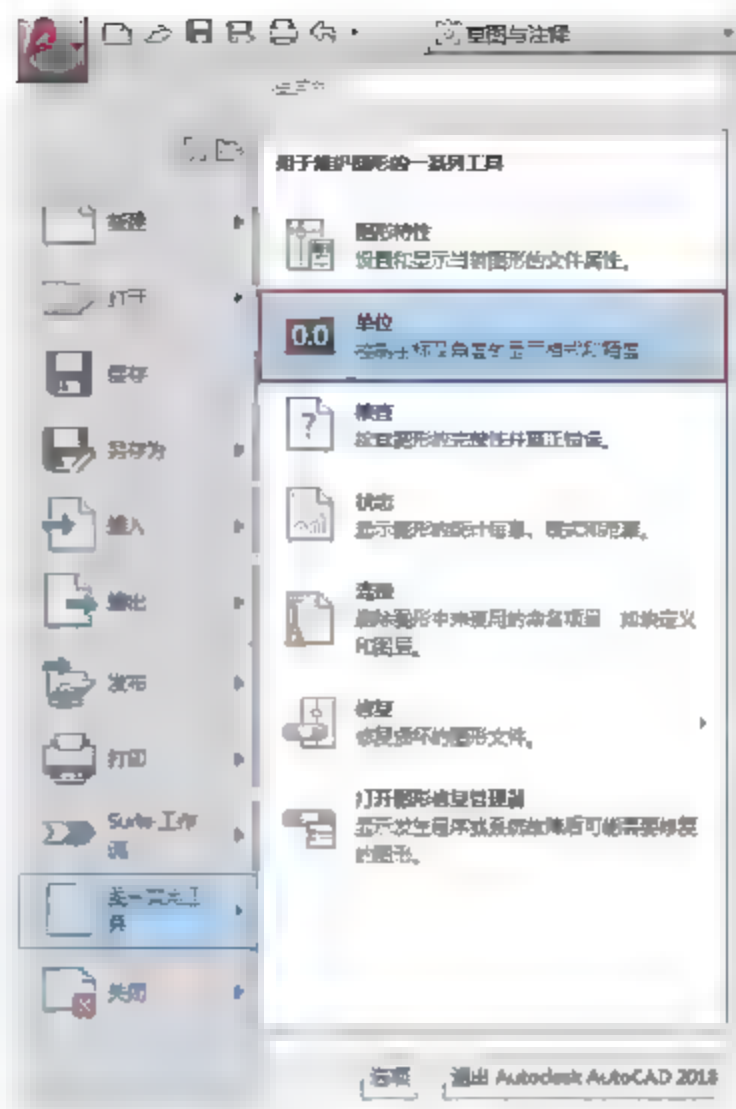

图2-48 选择选项
- 应用程序：单击应用程序按钮，在弹出的下拉列表中选择【图形实用工具】|【单位】选项，如图2-48所示。